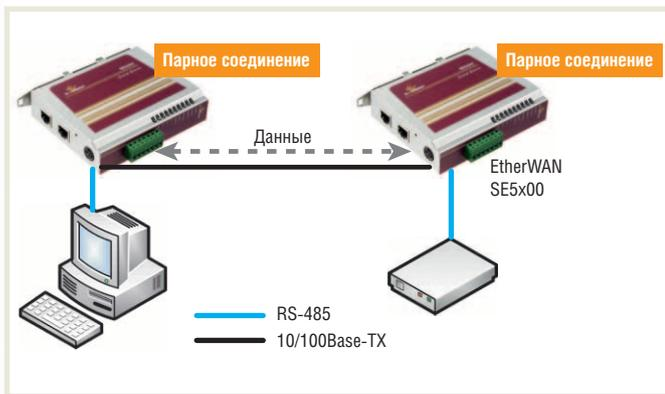

Рис. 4. Режим парного соединения SPI по сети Ethernet
**Режим парного соединения (Pair Connection) позволяет соединить только два устройства между собой.** Одно устройство является ведущим (Master), другое ведомым (Slave). Соединение это логическое, поэтому физически они могут быть соединены как патч-кордом (коммутационным шнуром), так и через сеть. Соответствующий пример показан на рис. 4.